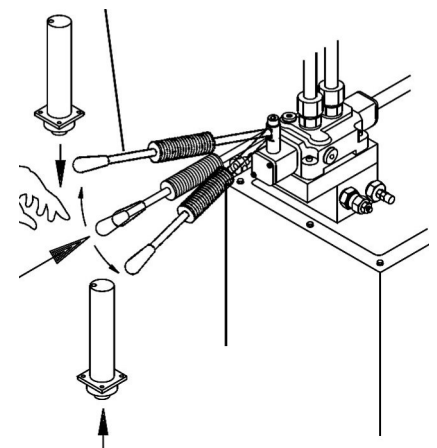

Fig. 9: Stuurhendel
6. Gebruik de stuurhendel (Fig. 9) om de zuiger te laten zakken (heffen) en controleer het zakken van de zuiger.